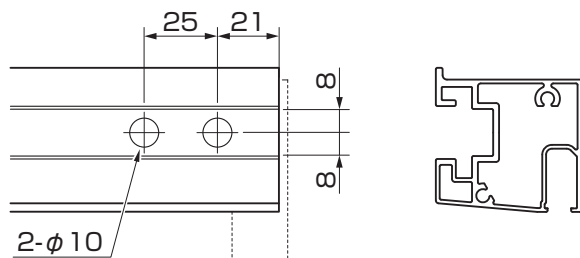

図6-3 接続金具取付け穴
- ④ 切詰めた端部から、さらにパネルを連結していく場合は、上下枠に接続金具を取付けるための穴をあけてください。(図6-3参照)